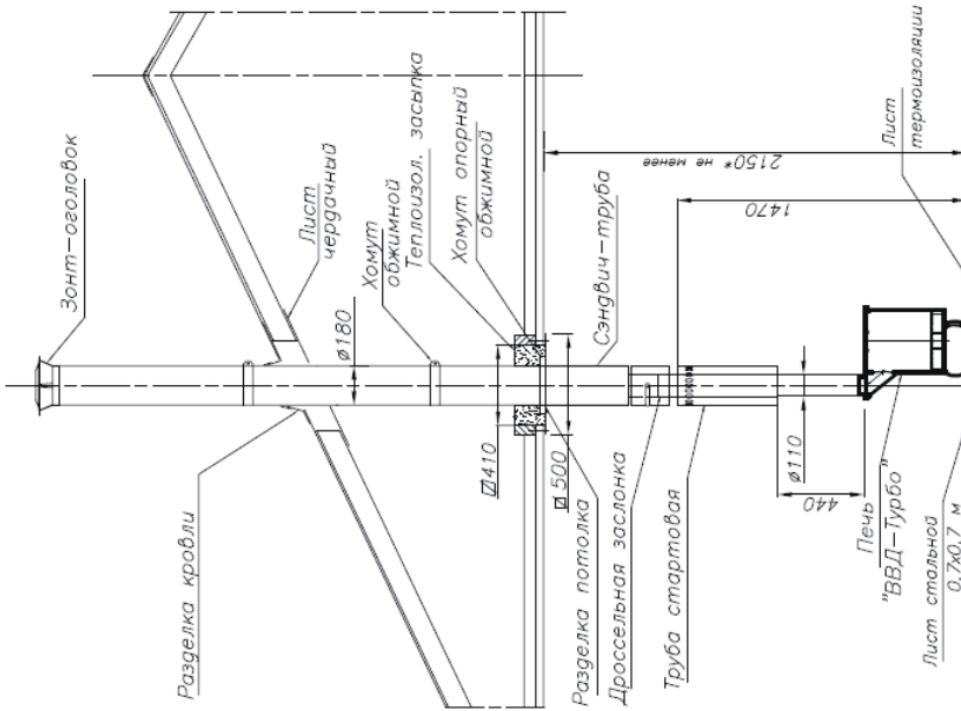

Рис.5 Схема установки печи «BVD-Turbo»
7.9. Прохождение дымохода сквозь кровлю осуществляется с помощью фланца проходного «мастер флеш», гарантирующего как пожарную безопасность кровли, так и ее гидроизоляцию в месте прохождения дымохода (см. рис.5). Предварительно в кровле, в соответствии с осью дымохода, необходимо сделать отверстие, гарантирующее отступление всех возгораемых элементов кровли от наружной поверхности «сэндвича» не менее 130 мм. В зависимости от типа примененного кровельного материала выполнить работы по его сопряжению с установленной разделкой кровли.
7.10. На внутренней стороне кровли в зоне прохождения дымохода установить чердачный лист (см. рис.5).